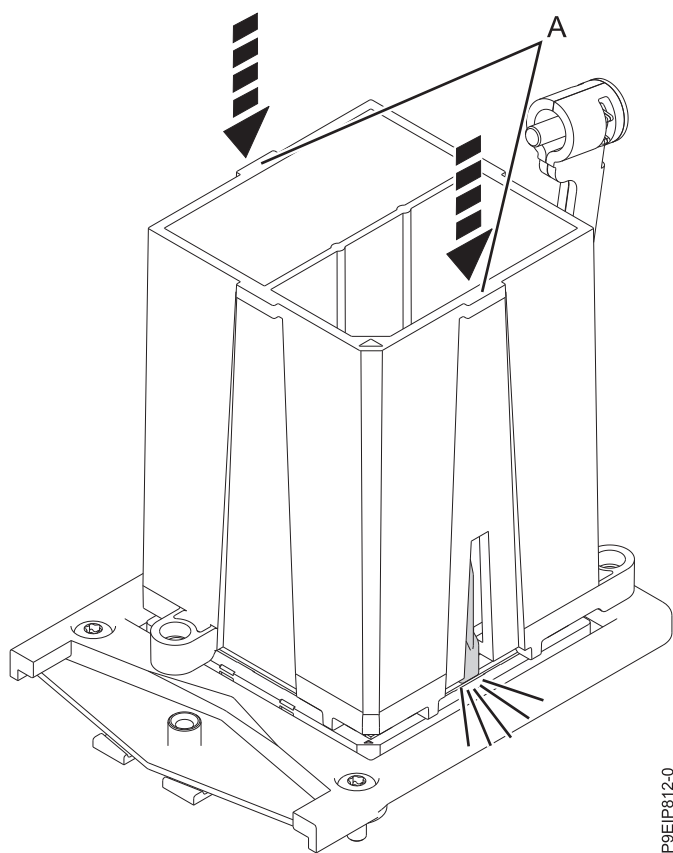

Figura 72. Bloqueando o módulo de processador do sistema na ferramenta
10. Com a ferramenta de remoção (A) posicionada na parte superior do módulo de processador do sistema, pressione a ferramenta para travar o módulo de processador do sistema na ferramenta, conforme mostrado na Figura 72.